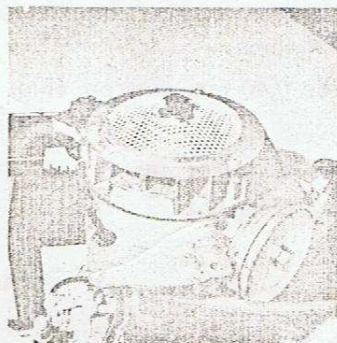

Fig. 1
- Mettre une plaquette acier (figure 1),